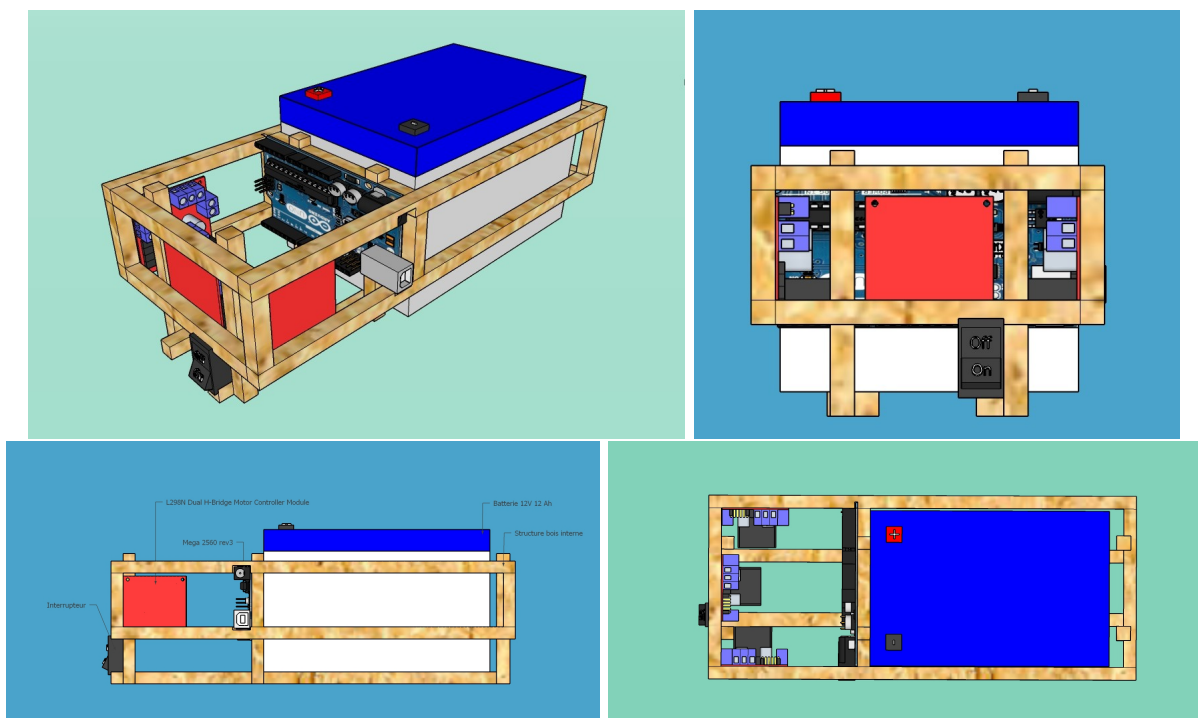

Figure 8: Châssis interne avec les composants.
3. Fixez les composants électroniques avec des vis 3mm et colliers de serrage (Figure 8)..